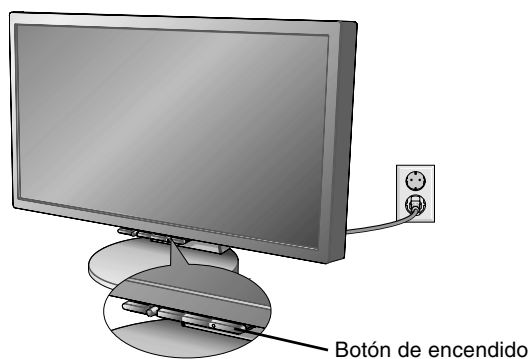

Figura E.1
14. Conecte el cable de alimentación a la toma de corriente (**figura E.1**).
15. Encienda el monitor con el botón de encendido frontal y ponga en marcha el ordenador (**figura E.1**).